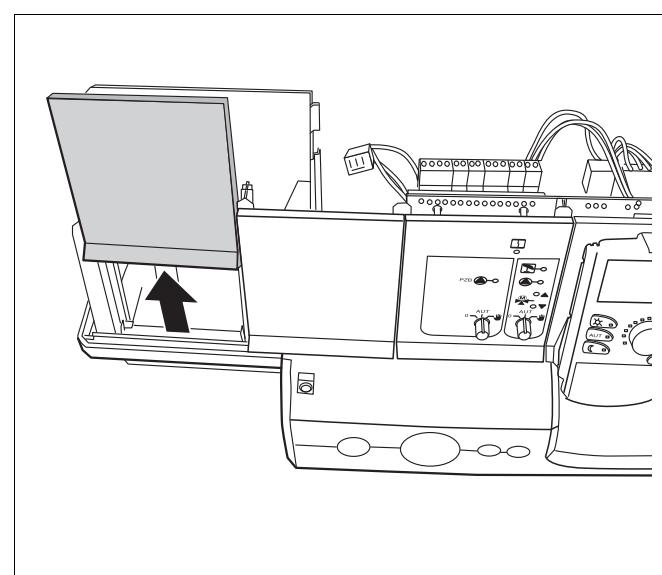

Рис. 4 Удаление заглушки
- Удалите заглушку с разъема (слот \rightarrow Рис. 4), в который будет устанавливаться функциональный модуль.